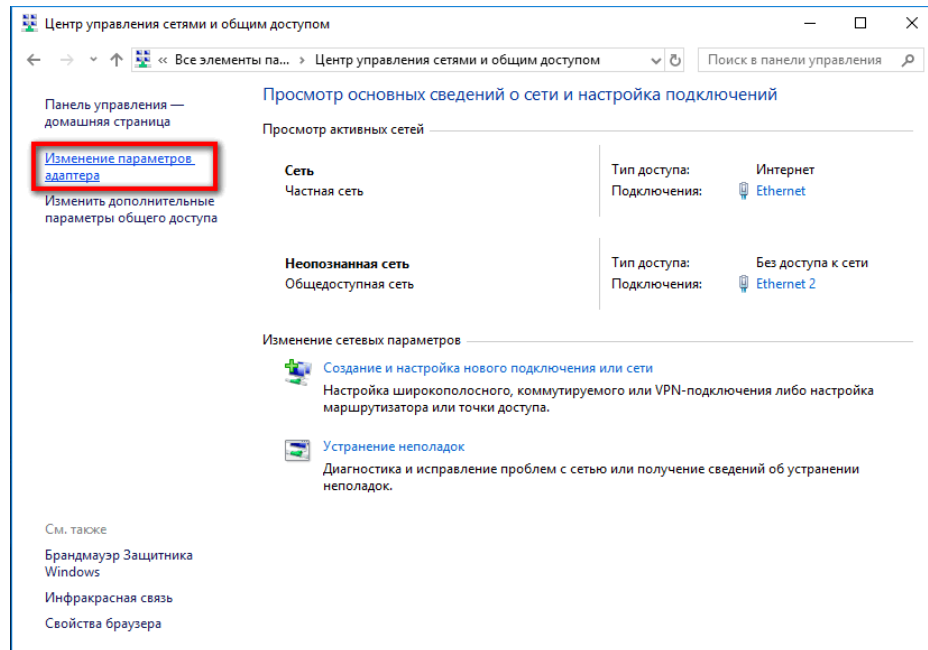

Рис. 3.2 Перейти к сетевым подключениям
- 4.2. Нажмите **Изменение параметров адаптера** (рис. 3.2). Откроется окно **Сетевые подключения**.